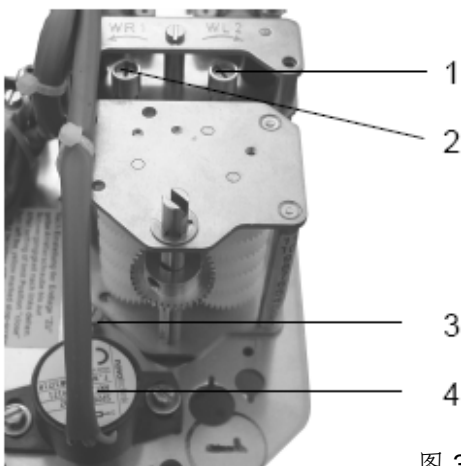

图 3
- 用螺丝刀将一个恒力施加于调整螺钉（1）上（见图 3），朝箭头方向开始连续地转动(为避免不正确调整，至少转一圈)。
- 按 3.2.1.2 所述步骤, 朝箭头方向开始连续地转动调整螺钉 (2) (图 3)。